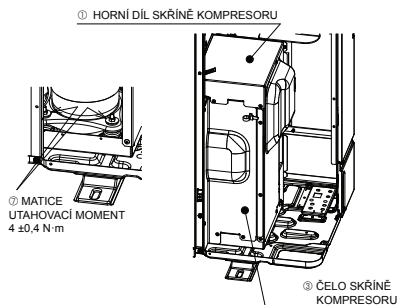

Fig. 4-2
- Po demontáži pevných částí KOMPRESORU nezapomeňte utáhnout matice a pak nasadte zpět HORNÍ DÍL SKŘÍNĚ KOMPRESORU a ČELO SKŘÍNĚ KOMPRESORU. (Fig. 4-2)